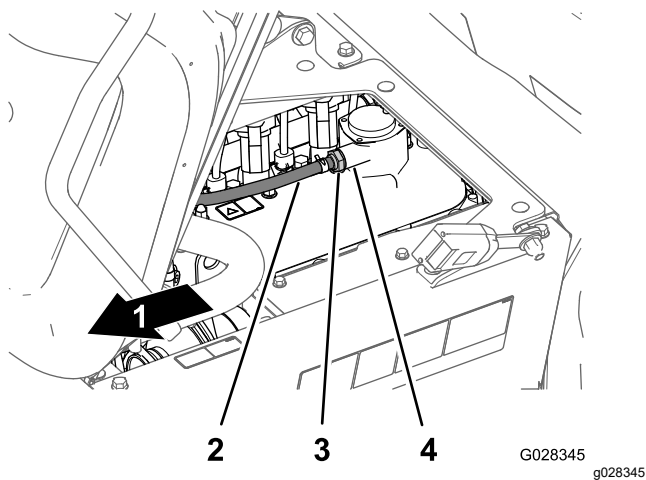

図 78
2. バルブカバーのフィッティングからPCVバルブを取り外す 図 78。
注 バルブ内部にあるレストリクタがカラカラと音を立てる場合は継続使用可能。バルブを振っても中から音がしない場合は PCV を交換する 図 78。
4. バルブカバーのフィッティングの一番奥までPCVバルブを押し込む 図 78。